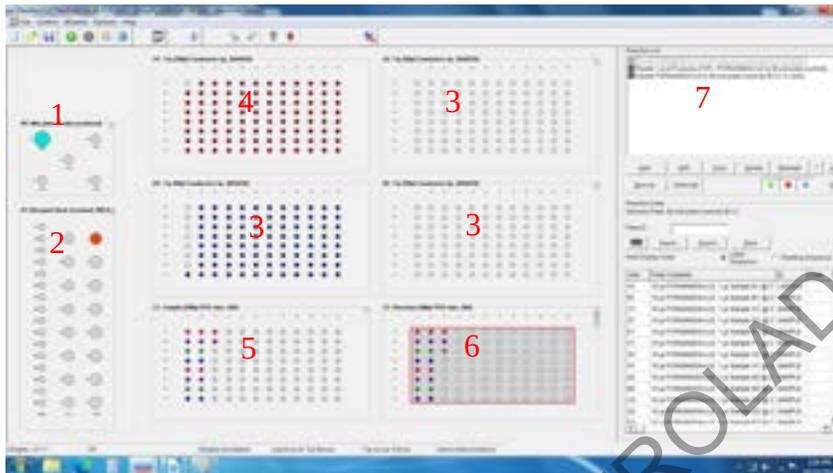

Figura 5. Diseño espacial de la plantilla
- 2.5) Coloque el tubo con el MIX FORMAMIDA-HiDi/Estandar Interno en la posición definida como 2 (naranja) (ver Figura 5)
- 2.6) Seleccione la posición 5-Banco de muestras con lo cual se activará la localización 7 Plantilla de edición de datos. (ver Figura 5)